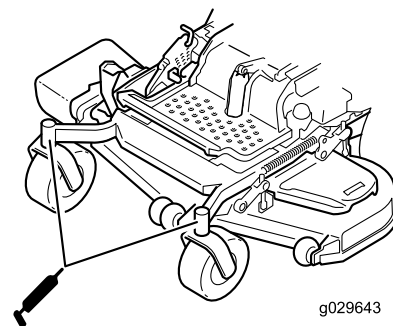

Figura 48
11. Instale el tapón hexagonal y la tapa (Figura 48).
12. Engrase los cojinetes de las ruedas giratorias (Figura 48).